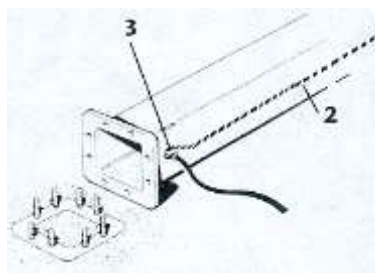

fig. 24
- b. Si le câble 1 vient de l'extérieur, l'introduire dans la colonne à travers le passe-câble 3 situé à la base de la colonne, jusqu'à atteindre le trou 2 au sommet. (fig. 24)